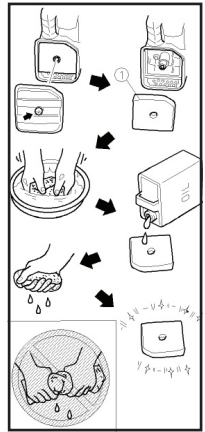

Рис. 13
- Извлеките фильтрующий элемент 1 (рис. 13).